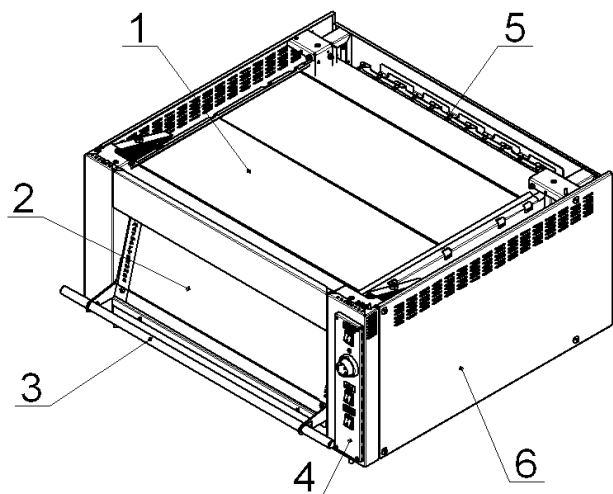
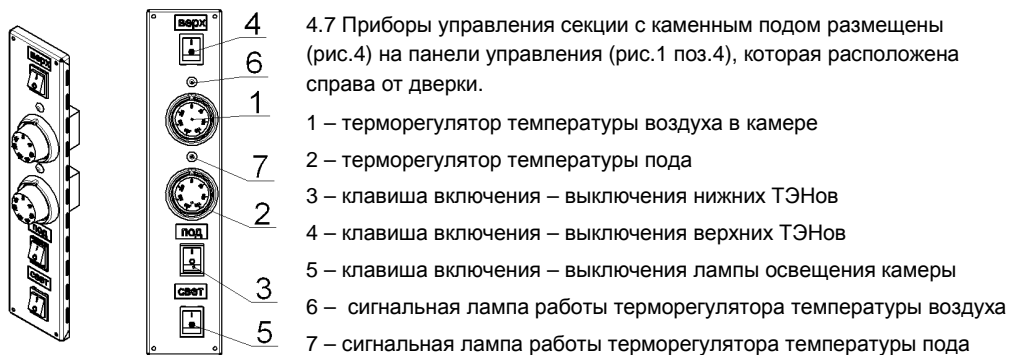

Рис.1
Рис.4
4.6 Приборы управления секции с металлическим подом размещены (рис.3) на панели управления (рис.1 поз.4), которая расположена справа от дверки.
4.7 Приборы управления секции с каменным подом размещены (рис.4) на панели управления (рис.1 поз.4), которая расположена справа от дверки.